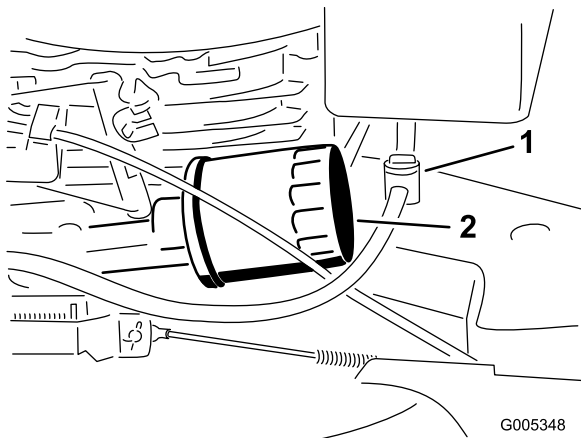

Figura 25
7. Retire el filtro de aceite (Figura 25).
3. Cierre la válvula de combustible (Figura 25)